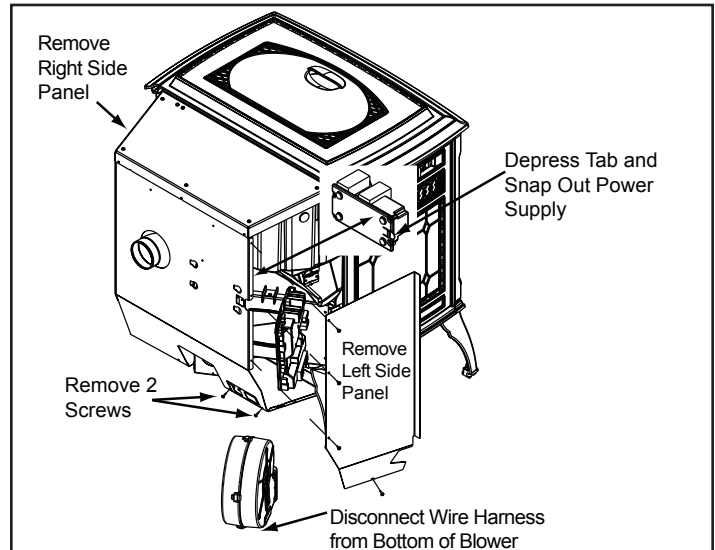

Figure 32.1
2. Enlevez les panneaux gauche et droit en dévissant les 4 vis au moyen d'un tournevis à tête cruciforme. **Figure 32.1.**
3. Pressez la languette sur la gauche et sortez l'alimentation électrique. Il n'est pas nécessaire de déconnecter les fils. **Figure 32.1.**
4. Enlevez les 2 vis au bas du panneau arrière pour pouvoir enlever le ventilateur. **Figure 32.1**
7. Déconnectez le câblage au bas du ventilateur en appuyant sur les onglets latéraux du connecteur, puis tirez dessus pour le sortir. **Figure 32.1.**